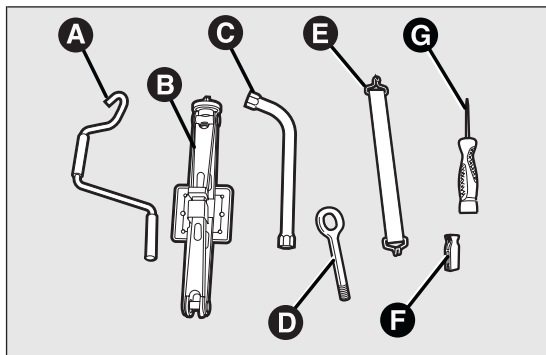
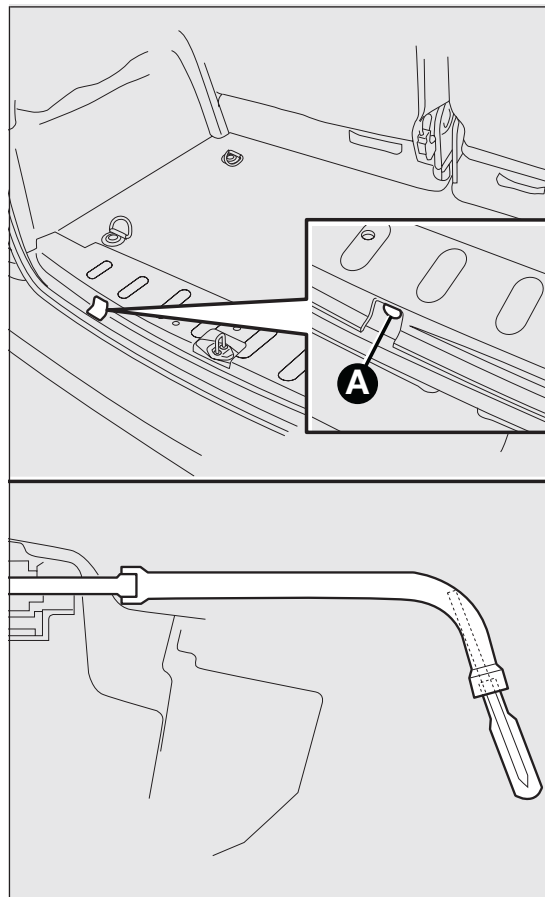
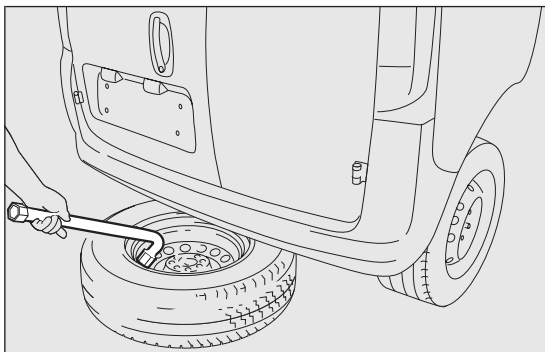

fig. 134
fig. 135
fig. 136
- all'interno della borsa sono contenuti i seguenti attrezzi fig. 134:
- ❑ prelevare la chiave C fig. 134 e, agendo dall'interno del vano di carico, svitare il bullone di bloccaggio supporto ruota di scorta A fig. 135 in modo da consentire la discesa di quest'ultima. Per ridurre lo sforzo inserire il cacciavite G fig. 134 nella sede ricavata all'interno della chiave C;
- ❑ utilizzare la chiave C fig. 134 per trascinare la ruota fuori dal veicolo fig. 136;
- ❑ allentare di circa un giro i bulloni di fissaggio della ruota da sostituire, utilizzando la chiave C fig. 134;
- risollevar la ruota riavvitando il bullone di bloccaggio A fig. 134;